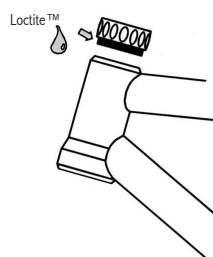

Fig.6
9. Entfernen Sie die Schale (**10**) und entfetten Sie die Gewinde von (**10**) und (**11**) Tragen sie EINEN Tropfen Loctite™ auf und verschrauben Sie die Schale (**10**) handfest. Achten Sie darauf, dass kein Spalt zwischen Steuerrohr(**12**) und Schale(**10**) verbleibt (**Fig. 6**)
9. Die Schale(10) entfernen, die Gewinde von der Schale(10) und Mutter(11) entfetten. EINEN Tropfen Loctite™ auftragen und handfest anziehen.(**Fig.6**)